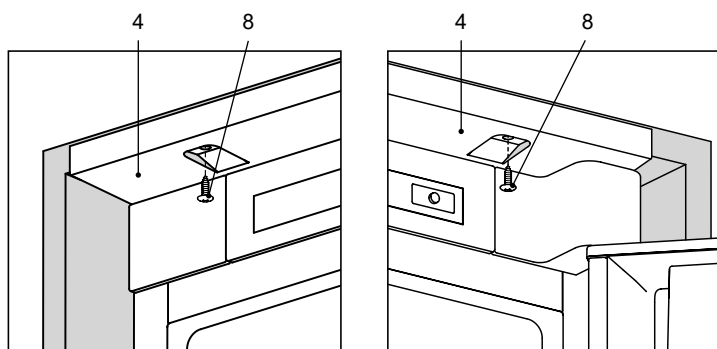

Figura 10
**3.3.3** Pentru a fixa frigiderul la acoperișul dulapului de mobilier, înșurubați șuruburile 8 în orificiile din lamelă 4 în conformitate cu figura 10.